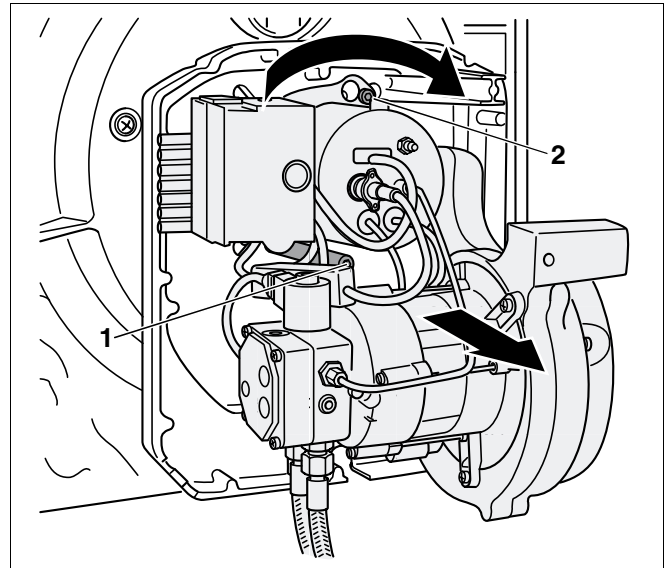

Fig. 45 Desserrer les vis de la fixation à baïonnette
- Desserrer la fixation à baïonnette (fig. 45, **pos. 1** et **2**) (ne pas dévisser entièrement) et détacher le brûleur de la paroi arrière en tournant légèrement vers la droite (fig. 45).